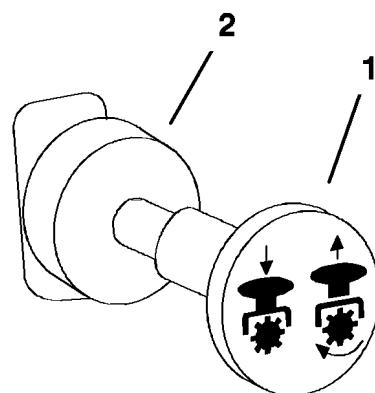

Figure 12
3. Placez la commande de prise de force (PDF) en position désengagée (Figure 12).
1. Placez la commande de PDF en position désengagée (Figure 12).